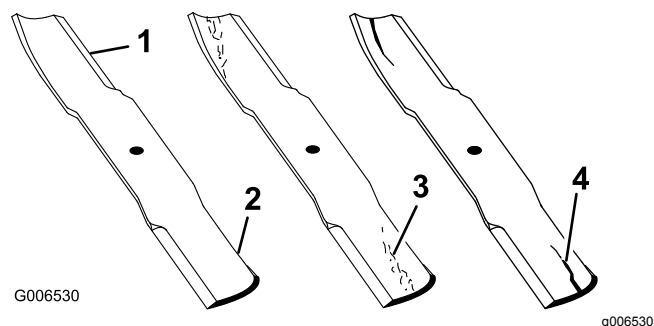

Figura 62
1. Inspeccione as extremidades de corte (Figura 62). Se as extremidades não estiverem afiadas ou estiverem amolgadas retire e afie as lâminas. Consulte Afiação das lâminas.
2. Inspeccione as lâminas, especialmente a área curva (Figura 62). Se verificar quaisquer danos, desgaste, ou a formação de ranhuras nesta
área (Figura 62), instale imediatamente uma lâmina nova.